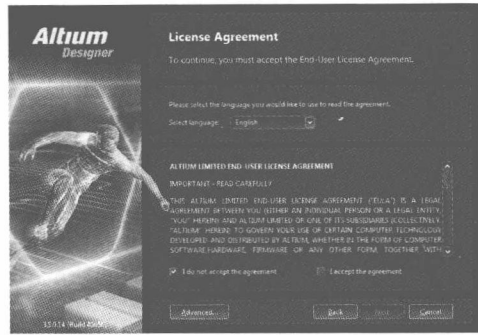

图 1-2 软件许可界面
2) 单击“Next”按钮，进入图 1-2 所示的软件许可界面。